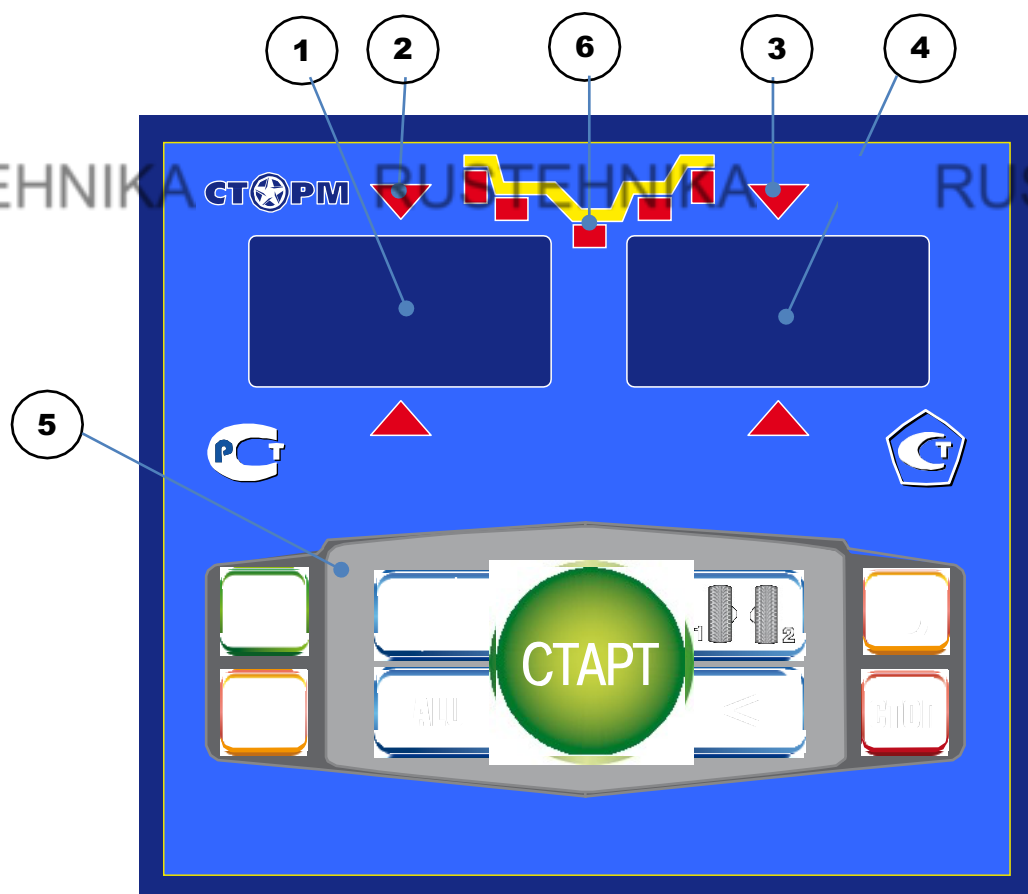

рис.8.1.
8.1. Общий вид лицевой панели показан на рис. 8.1.
При выдвигении штанги на индикаторах 1 (рис. 8.1) отображается значение параметра "А". Значение параметра "d" отображается на индикаторах 4.
Для ввода ширины нажмите кнопку "+" или "-" на индикаторах 1 (рис. 8.1) высветится "-b-", а на индикаторах 4 значение ширины диска. Через 2-3 сек после установки ширины индикаторы в режим отображения текущего дисбаланса.
Дважды нажать кнопку "A, d, b", после чего на индикаторах 1 (рис. 8.1) загорается символ "А", а на индикаторах 4 исходная величина дистанции. Нажимая кнопки "-" и "+" установить на индикаторах 4 требуемую величину дистанции. Через 2-3 сек после установки дистанции показания на индикаторах 1 и 4 возвращаются к отображению текущего дисбаланса, а кнопки "-" и "+" возвращаются в режим ввода ширины обода.
11.1.Переключение схем ALU1-ALU5 осуществляется последовательным нажатием кнопки "ALU" при этом схема установки грузов отображается загоранием соответствующих светодиодов 6 (рис.8.1), кроме того, на индикаторах 1 отображаются символы ALU, а на индикаторах 4 номер 1-5. Через 2-3 сек. после установки требуемой программы ALU индикаторы 1-4 переходят в режим отображения дисбаланса.
Эта функция обеспечивается тем, что каждый раз при вводе новых геометрических параметров и установке требуемой программы ALU, предыдущее состояние запоминается. Для перехода от одного набора параметров к другому необходимо нажать кнопку "1-2". Визуальный контроль того, какие параметры установлены в данный момент, осуществляется нажатием "A, d, b" на индикаторах 4 (рис.8.1) будут последовательно отображены, установленные в данный момент диаметр и ширина обода и дистанция.
14.1. При включении тумблера питания СБ на индикаторах 1 (рис. 8.1) высвечивается трёхзначное число -номер версии программного обеспечения. Через 2-3 сек на индикаторах 1 и 4 должны загореться нули, кроме того должны загореться светодиоды 6, что свидетельствует о включении режима стандартной балансировки с установкой на обеих плоскостях коррекции грузиков на пружинках. На светодиодах 2 и 3 (рис. 8.1) должны загореться оба светодиода.
14.2. При включении СБ программа измерения дисбаланса настраивается таким образом, что дисбаланс менее 8 г (заводская установка) на любой плоскости коррекции не показывается, в этом случае на индикаторах 1 и 4 (рис. 8.1) высвечиваются "0". Минимальный дисбаланс отображающийся на индикаторах 1 и 4 равен 8г. Дисбаланс, превышающий 8г, округляется до величины кратной 5, т. е. дисбаланс 9, 10, 11 и 12 г отображается цифрой 10, дисбаланс 13, 14,15, 16 и 17 г - цифрой 15 и т. д. Для просмотра неокруглённого значения дисбаланса или дисбаланса менее 8г. необходимо нажать кнопку "<", при этом на индикаторах 1 и 4 на 2-3 сек высвечиваются фактические значения дисбаланса, определённые в данном запуске.
14.5.1. Поднимите защитный кожух. Вручную поворачивайте колесо в направлении, которое показывают светодиоды 2 и 3 (рис. 8.1.) до тех пор, пока не загорятся оба светодиода и начнут мигать вместе с значением массы корректирующих грузов.
15.2.1. Войти в программу калибровки СБ, для чего нажать и удерживать кнопку "С". На индикаторах 1 и 4 (рис.8.1), появятся мигающие символы "CAL". После звукового сигнала символы "CAL" загораются постоянно.